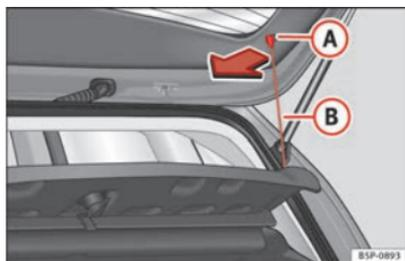

Fig. 117 Plage arrière.
- Décrochez les tirants ⇒ fig. 117 **B** de leurs logements **A**.